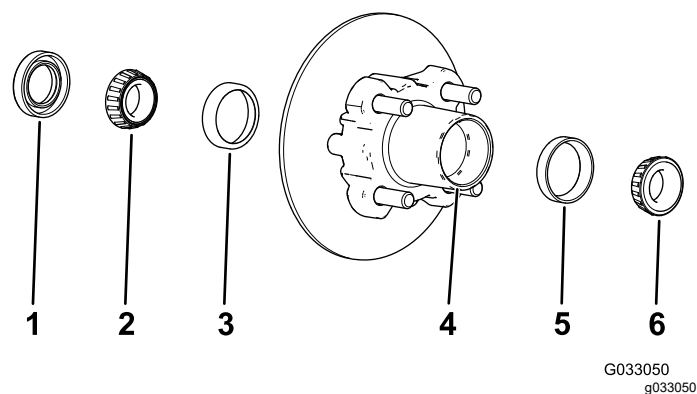

Bild 33
1. Nehmen Sie das Außenlager und den Lagerring von der Radnabe ab (Bild 33).
2. Nehmen Sie die Dichtung und das Innenlager von der Radnabe ab (Bild 33).
5. Entfernen Sie Fett, Schmutz und Rückstände aus dem Hohlraum der Radnabe (**Bild 33**).
7. Füllen Sie den Hohlraum der Nabe zu 50 % bis 80 % mit der angegebenen Fettsorte (**Bild 33**).
8. Montieren Sie das Innenlager auf dem Lagerring an der Innenseite der Nabe und setzen Sie die Dichtung ein (**Bild 33**).